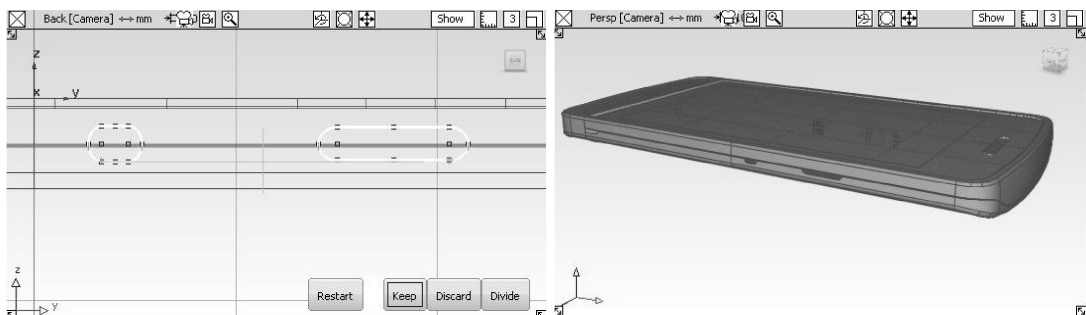

图 8-52 剪切曲面
- 59 选择【Trim】工具, 保持【3D Trimming】的勾选状态，在手机的侧面的下部剪切出按钮的轮廓，如图 8-52 所示。